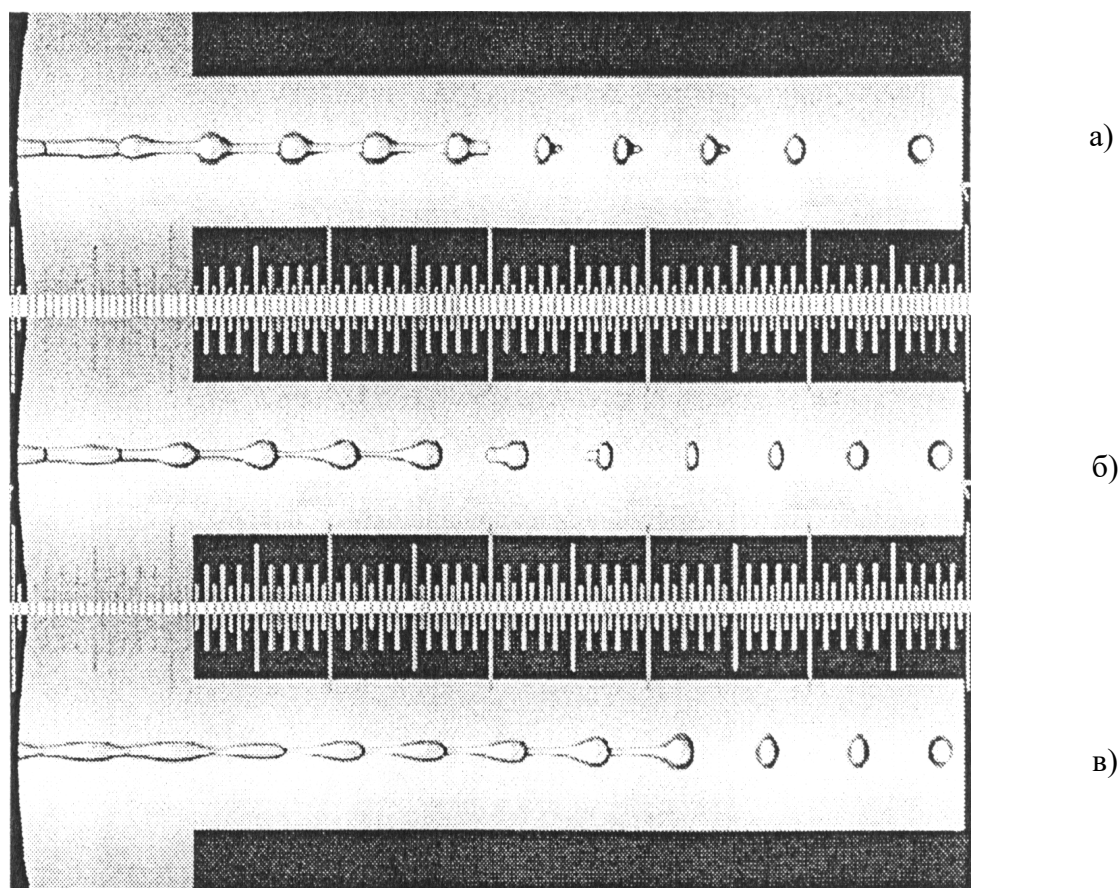

Рис.3.1.1 Вид каплеобразования при разных значениях амплитуды напряжения каплеобразования
7. Дробление струи происходит в области заряжающего электрода, видимой в линзе стробоскопа. Вид каплеобразования при различных значениях амплитуды напряжения синхронизации показан на рис.3.1.1.
■ При малых значениях напряжения точка дробления удалена от сопла (рис.3.1.1в). При этом, если точка дробления попадает в зону поля отклоняющих электродов, то может произойти электризация капель постоянным электрическим полем. Это нарушает работу ПГ и приводит к загрязнению ее элементов чернилами.
■ По мере увеличения амплитуды напряжения происходит приближение точки дробления к соплу (рис.3.1.1б) и выход на нормальный режим работы ПГ.
■ При дальнейшем увеличении напряжения происходит нарушение формы каплеобразования (капли летят «хвостом» вперед) и резкое удаление точки дробления от сопла, затем она снова приближается к соплу, но каплеобразование носит искаженный характер («перемодуляция») (рис.3.1.1а). Этот эффект ярко проявляется при использовании чернил на водной основе, для чернил на органических растворителях этот эффект может не проявляться.
Б. В наличии нормального каплеобразования (см.рис.3.1.1б).